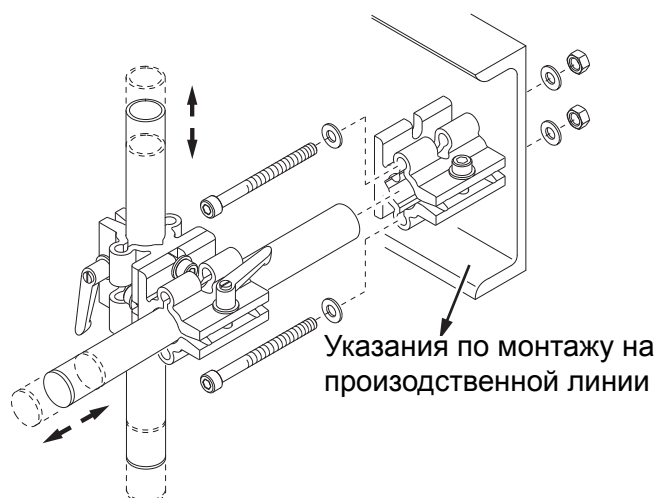

Рисунок 3-6: Указания по монтажу Unicorn II на производственной линии
- 5 Закрепите вертикальную трубку из нержавеющей стали в комбинированном алюминиевом зажиме (смотрите Рисунок 3-6).